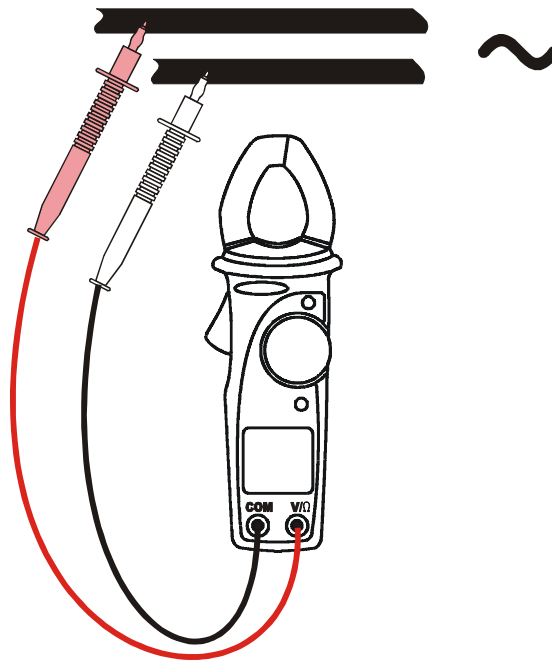

Abb. 4: Die Anwendung der Zange für AC Spannungsmessung.
2. Verbinden Sie die Meßleitungen mit den Eingangsbuchsen, der rote Stecker mit der V /Ω Buchse und den schwarzen Stecker mit der COM Buchse. (s. Abb. 4).